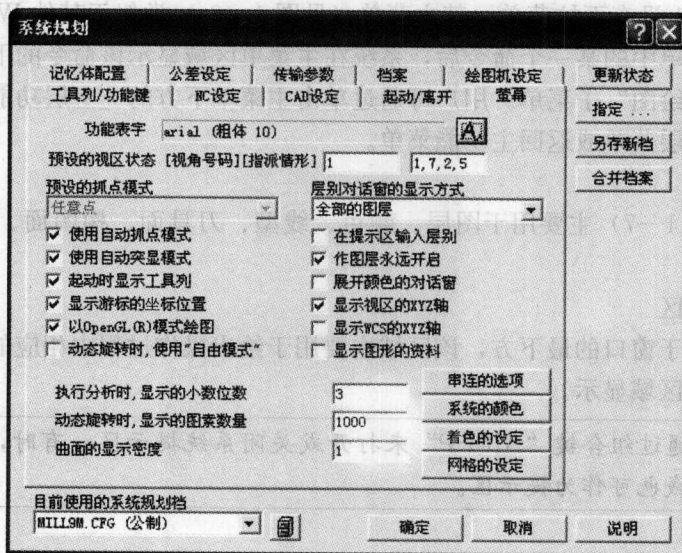

图 1—9 “系统规划”对话框
2) 单击对话框中的【萤幕】，在弹出的屏幕设置对话框中单击【系统的颜色】按钮，弹出如图 1—10 所示的“系统颜色”设置对话框。